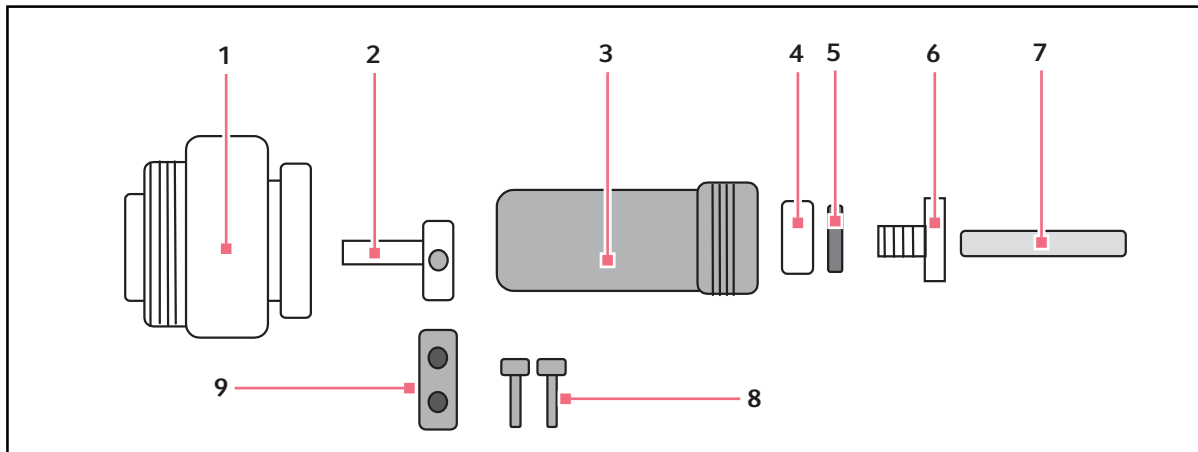

Fig. 8-6: Connecteur interne CA résistant à l'humidité
La prise électrique CA (voir Fig. 8-6 à la page 75), avec protection et connecteur assorti (fournis), est dimensionnée pour l'utilisation dans des environnements humides. Pour utiliser la prise, vous devez brancher le connecteur mâle spécial (fourni avec l'appareil) à l'équipement que vous utilisez dans l'Innova 42/42R. Si votre équipement a un cordon d'alimentation détachable, peut-être vous désirez d'obtenir un cordon d'alimentation différent à utiliser seulement avec l'agitateur Innova 42/42R.
1. Branchez le câble d'alimentation au connecteur électrique. Poussez le câble d'alimentation par l'écrou en plastique, la rondelle, la bague en caoutchouc et le corps principal (voir Fig. 8-6 à la page 75).